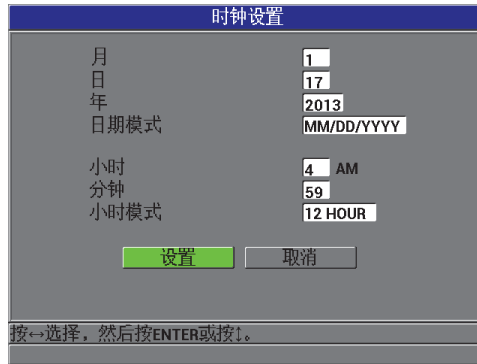

图 3-3 时钟设置屏幕
- 在**时钟设置**屏幕中（参见第 52 页的图 3-3）：